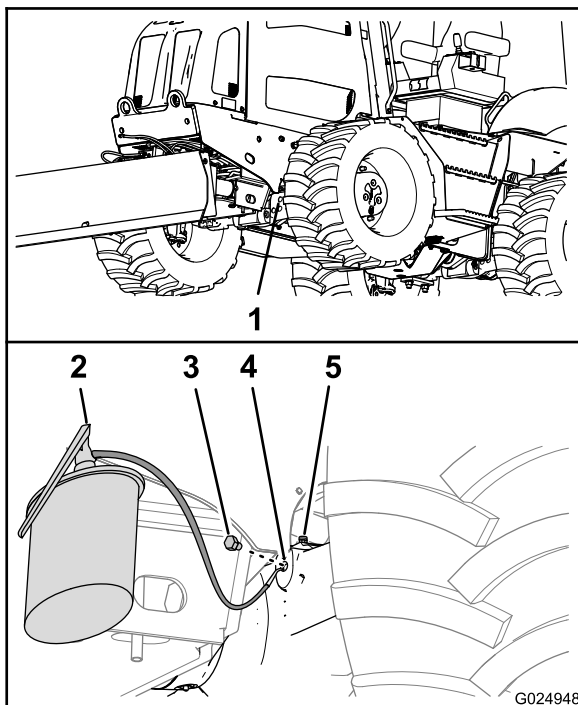
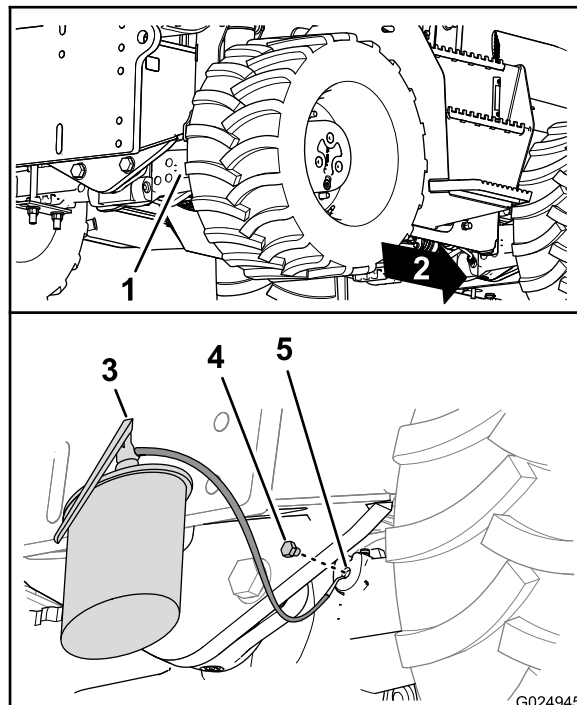

Figura 90
Figura 91
- Instale los tapones de vaciado en los orificios de vaciado de las cajas de piñones (Figura 90 y Figura 91).
6. Llene los ejes con el aceite especificado a través de la mirilla hasta que el aceite llegue a las roscas de la parte inferior del orificio (Figura 90 y Figura 91).
8. Instale los tapones de llenado en las mirillas de las cajas de piñones de los ejes (Figura 90 y Figura 91).